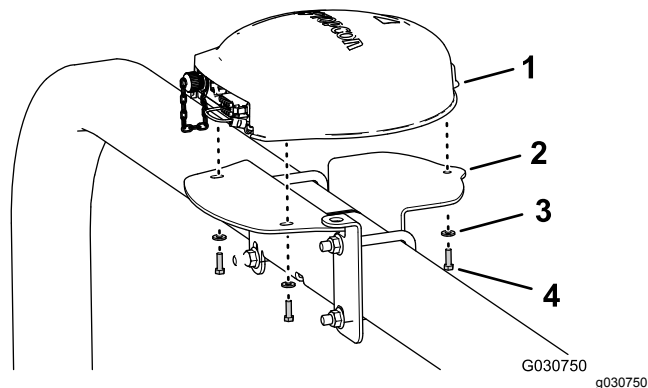

图145
4. 将导航接收器底座的 3 个螺纹柱与接收器安装支架上的 3 个孔对齐图 145。
5. 使用 3 个六角头螺栓 5 x 16mm 和 3 个垫圈 5mm 将接收器组装到安装支架上图 145。